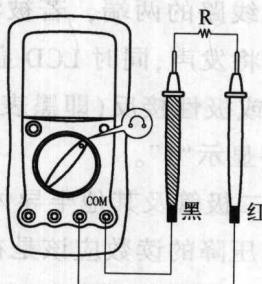

图 1-7
(4) 交流电流测量:操作方法类同于直流电流测量。
(5) 电阻测量:电阻测量的连接方法如图 1-7 所示。